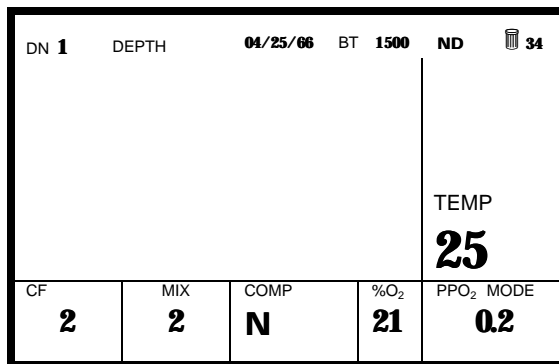

Fig.5 Oberflächen Display
Schließlich erscheint das Display des Oberflächenmodus. Diese Display enthält eine Vielzahl nützlicher Informationen zur Planung von Tauchgängen. Diese Informationen schließen die Tauchgangsnummer (DN), Datum, Zeit, Batteriespannung, Temperatur (Temp), aktuelle Berechnungsformel (CF), Mix Nummer, Gasart (Mischung), Sauerstoffanteil (in Prozent) und Partialdruck des Sauerstoffes (PPO₂) in der Atmosphäre ein. (Siehe Abbildung 5).